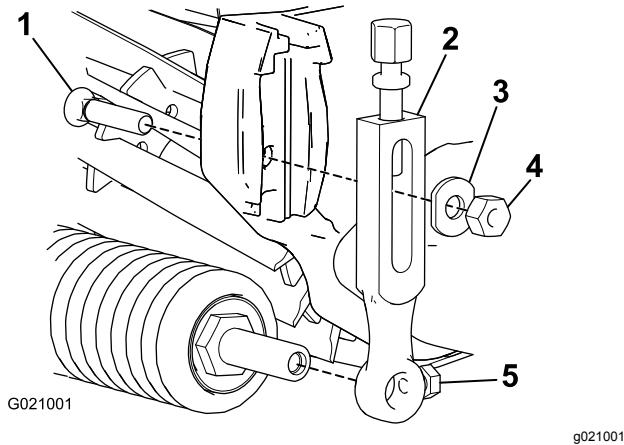

Figura 1
- Retire o parafuso do arado, a anilha e porca que prendem um dos braços da altura de corte à placa lateral da unidade de corte (Figura 1).
2. Desaperte os parafusos de montagem do rolo dos braços da altura de corte (Figura 1).
3. Deslize o braço da altura de corte para fora do veio do rolo (Figura 1).